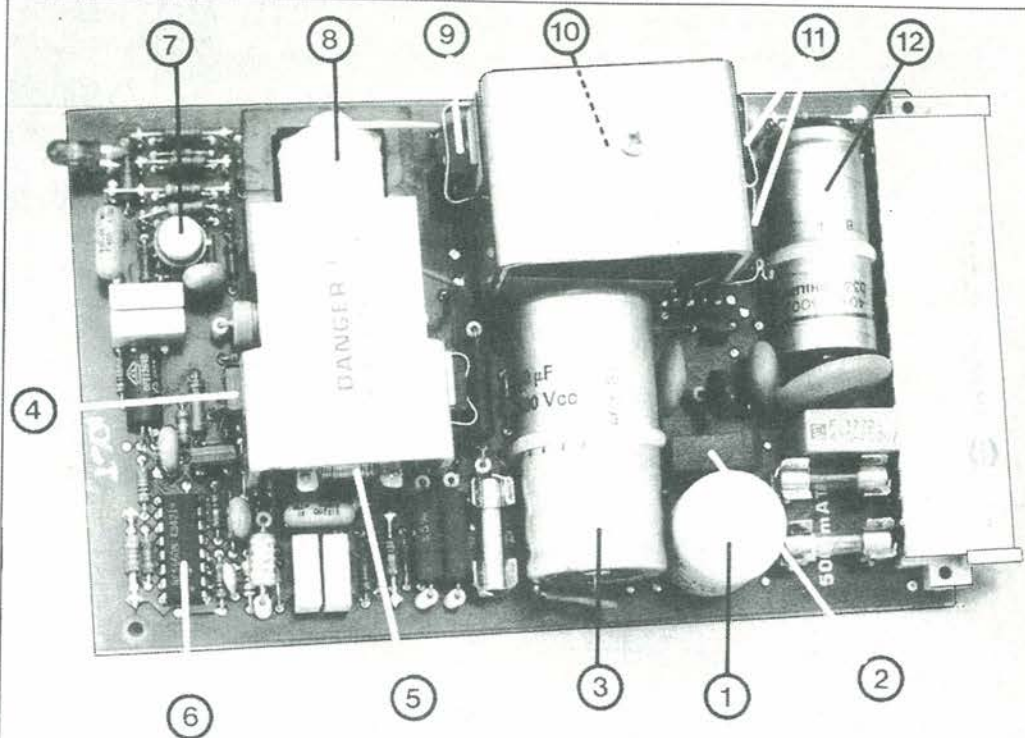

Figura 8. Un compatto alimentatore a commutazione.
La Figura 8 mostra un alimentatore a commutazione compatto, montato su un circuito stampato. Le frecce numerate indicano i seguenti componenti fondamentali: (1) filtro di rete; (2) rettificatore primario; (3) condensatore tampone per la tensione primaria; (4) transistor di commutazione; (5) trasformatore ad impulsi per il pilotaggio di base; (6) integrato di controllo per la modulazione a durata d'impulso; (7) tensione secondaria di riferimento ed amplificatore di errore; (8) trasformatore a nucleo di ferrite; (9) diodo di ritorno primario per indebolire il campo nel trasformatore; (10) induttore del filtro d'uscita; (11) rettificatore e diodo di ritorno secondario; (12) condensatore d'uscita.